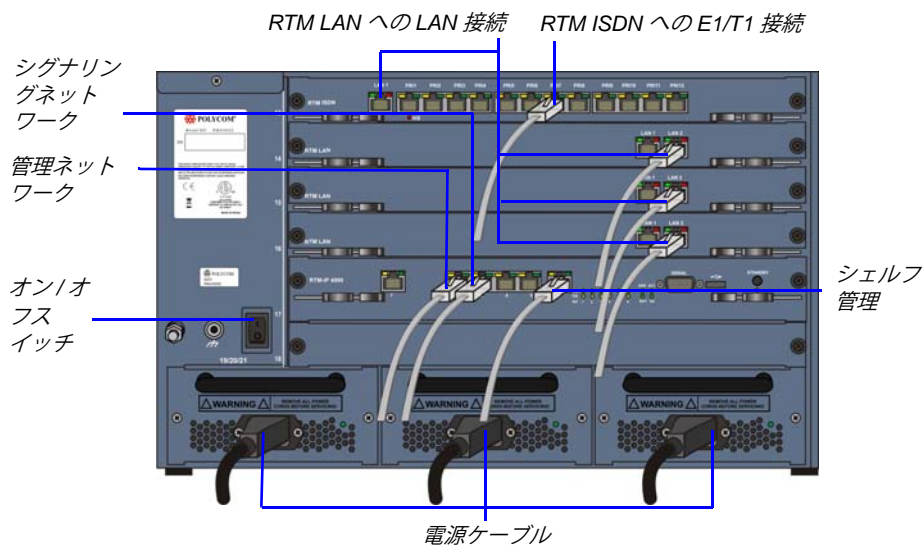

図 1-6 AC 電源と通信ケーブルを接続した状態の RMX 4000 リアパネル
- 図 1-6 に示すように、7 本の E1 または 9 本の T1 PRI 回線を 12 個のプラグのいずれかに接続できます。